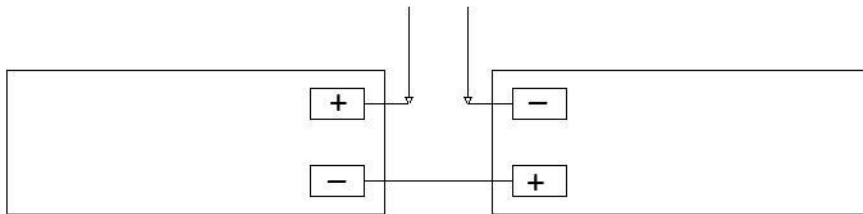

Рисунок 1. Схема подключение АКБ
2.8. При отключении питания от сети переменного тока прибор автоматически переходит на питание от резервных аккумуляторов (**эксплуатация прибора без подключенных аккумуляторов запрещена**). Схема включения АКБ приведена на рис. 1.
9.4. Прибор устанавливается на объекте в таком месте, где он защищен от воздействия атмосферных осадков, механических повреждений и доступа посторонних лиц. Электрические соединения прибора при установке производятся в соответствии со схемой подключения (рис. 1).